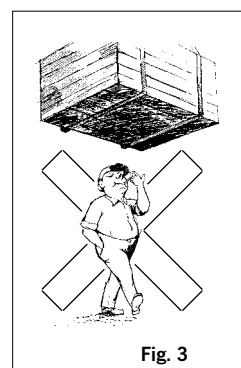

Fig. 3
- Der Aufenthalt unter einer angehobenen Last ist verboten (Fig. 3).